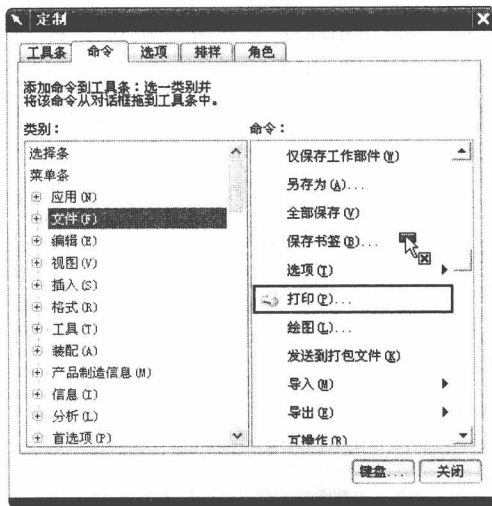

图 1.13 工具条定制方法
(2) 打开“命令”选项卡, 在“类别”选项区中选择相应的项目, 右边的“命令”选项区将变为对应的工具条选项。将“命令”选项区中所需的命令按钮拖放至工具条或菜单中后释放鼠标左键, 即可添加该命令按钮, 如图 1.13 所示。